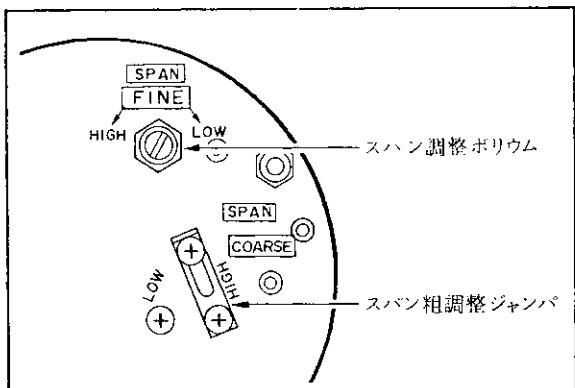
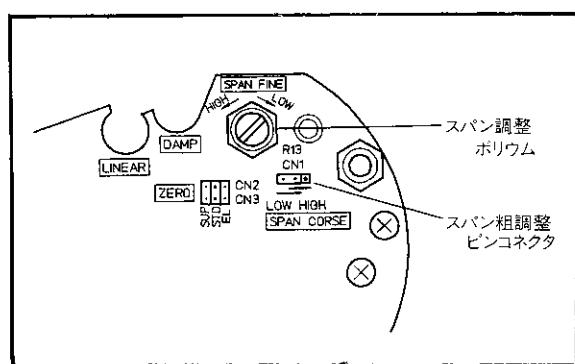

図6.3.1 スパン調整部(I形アンプユニット)
図6.3.2 スパン調整部(II形アンプユニット)
- (2) スパン粗調整ジャンパ(またはピンコネクタ)を、HIGHまたはLOWのいずれかに固定します(図6.3.1および図6.3.2参照)。HIGHまたはLOWの選択方法を以下に示します。